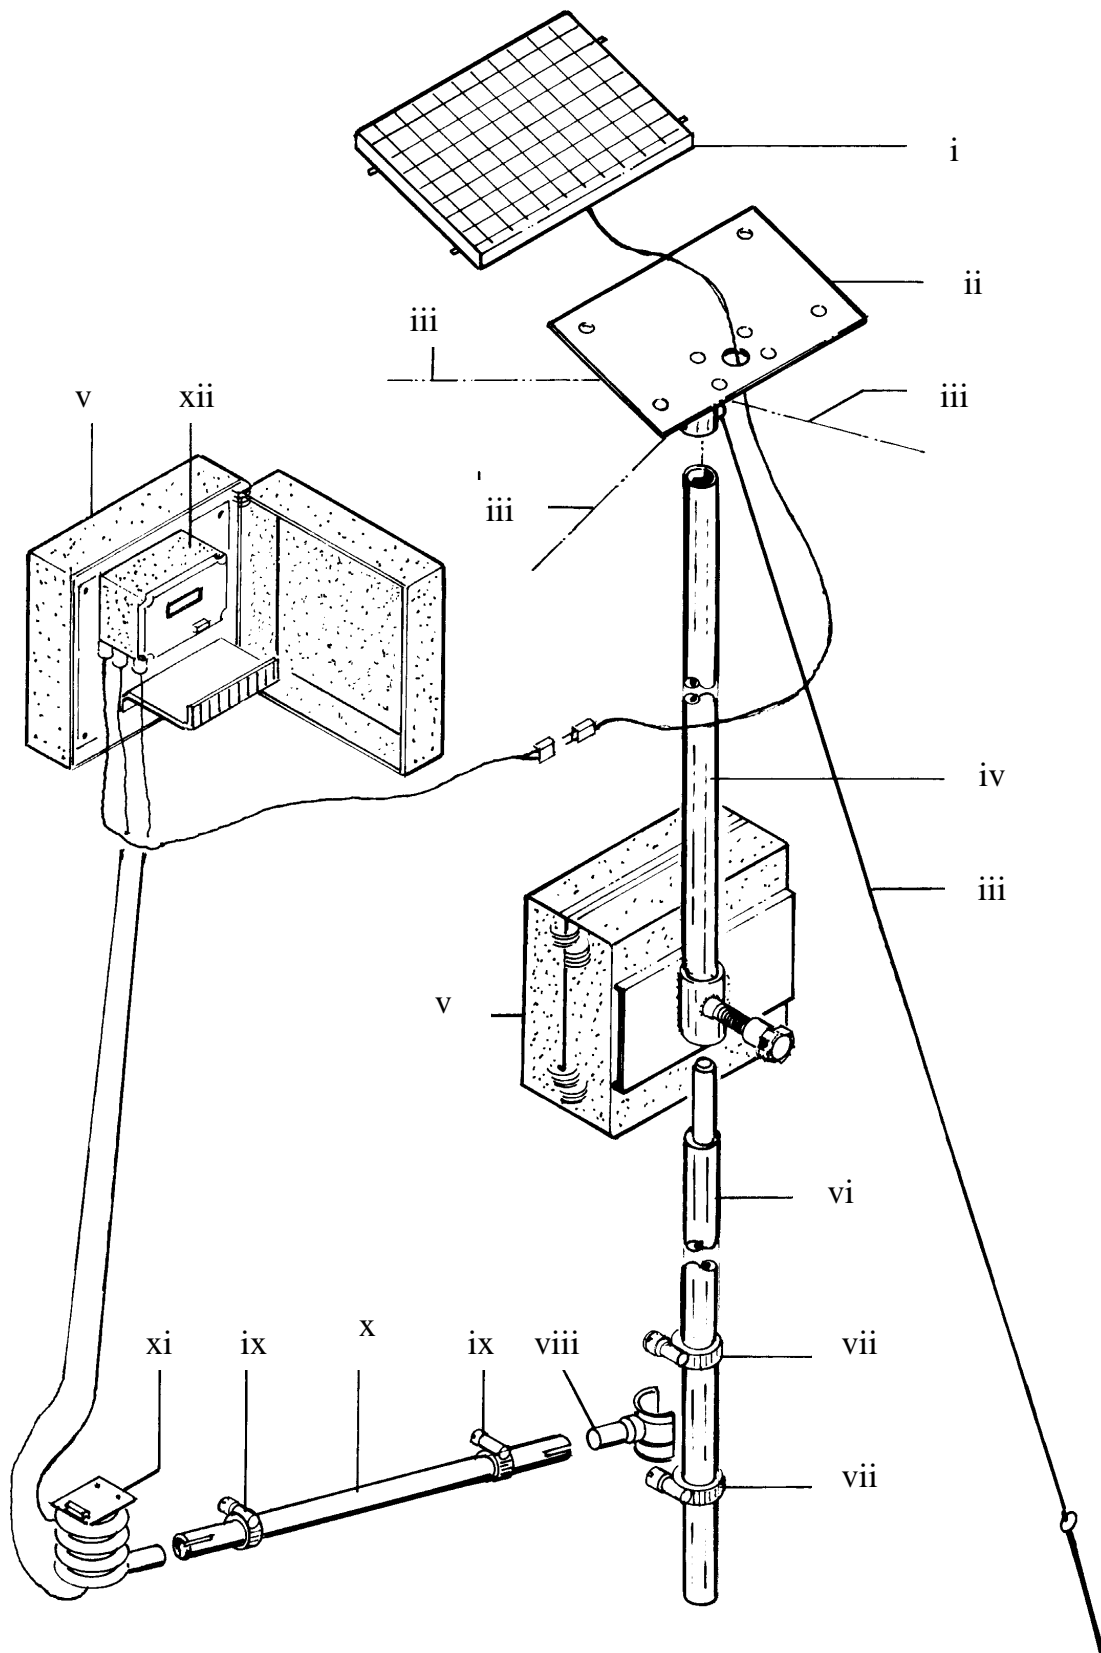

Figura 1 – Diagrama de vista explodida da estrutura metálica
O primeiro passo na instalação do equipamento no campo, consiste na montagem da estrutura metálica conforme a figura 1 a seguir. Deve-se alinhar corretamente o painel solar, sempre direcionando-o para o norte. O perfeito funcionamento do COLPAM[®] 40 está diretamente relacionado à correta instalação do mesmo.
Com o equipamento alojado na caixa de proteção apresentada na figura 1, colocar a chave de leitura (8) no conector para leitura do VSD (7), posicionar a chave (1) em *liga*, e aguardar as mensagens (a), (b), (c) e (d) no *display*.